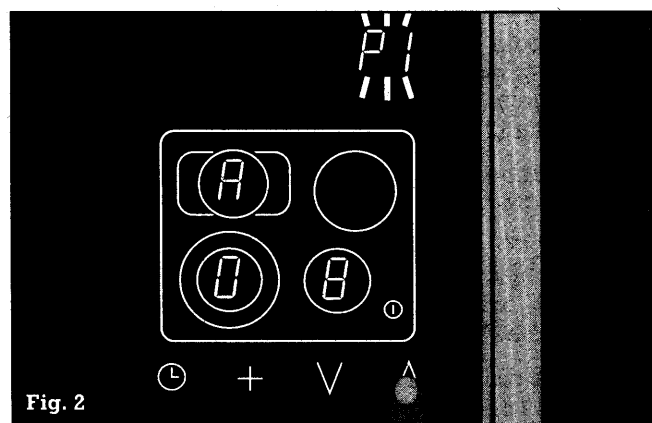

Fig. 2
- A questo punto potrete selezionare un tempo d'avviamento cottura tra 1 e 15 minuti digitando il simbolo **V** oppure **Λ**. Sul display delle zone di cottura viene visualizzato il tempo impostato (da **A 0 1** ad **A 1 5**) e **P I** lampeggia (esortando a memorizzare il valore) (fig. 2).